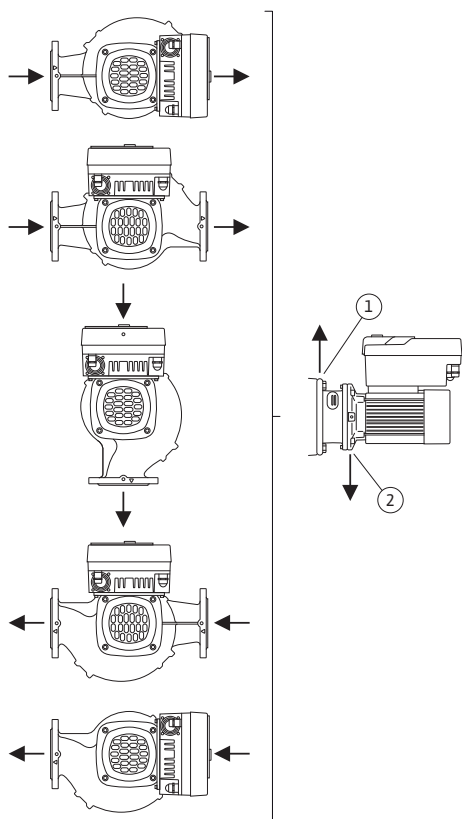

Fig. 17: Lubatud paigaldusasendid horisontaalse võlliga
- Horisontaalse mootorivõlli korral peab all olema kondensaadi äravoolu võimaldav auk (Fig. 17, pos 2). Vajaduse korral tuleb mootorit keerata.